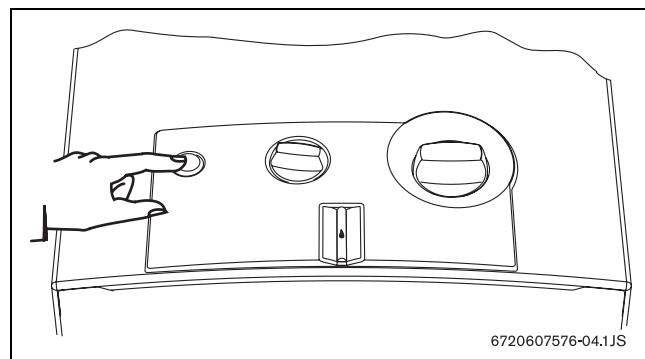

Fig. 6
- Para tal basta ligar o interruptor (Fig. 6). Após este procedimento, sempre que abrir uma torneira de água quente dar-se-á de forma automática a ignição, acendendo-se primeiro o queimador piloto, e cerca de quatro segundos depois o queimador principal, extinguindo-se a chama do primeiro após algum tempo.